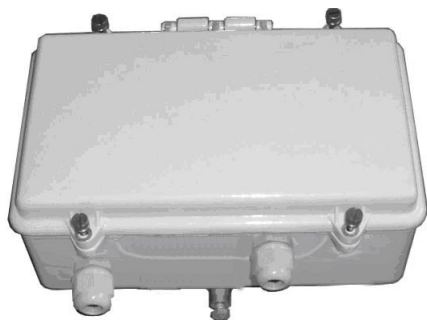
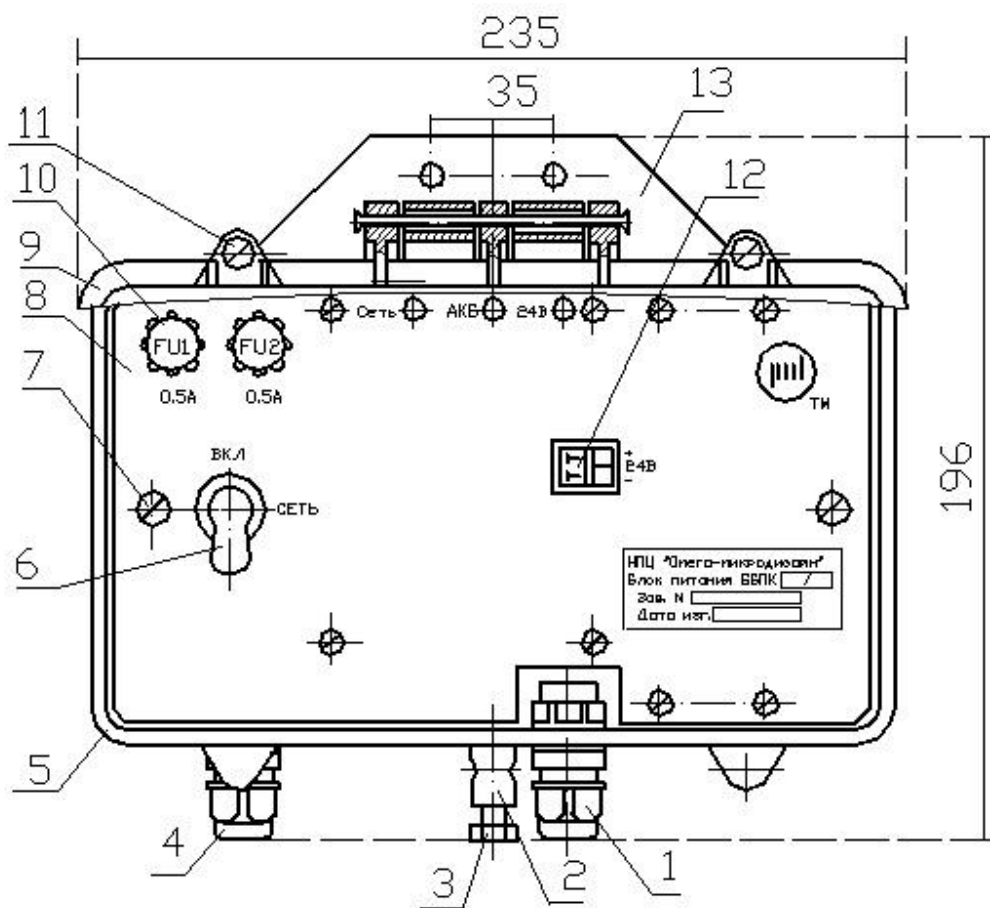
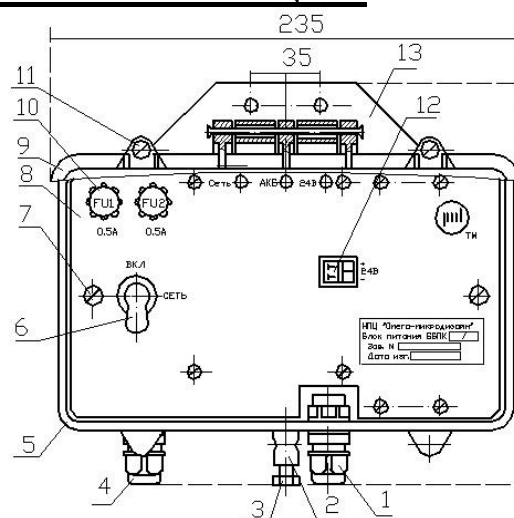
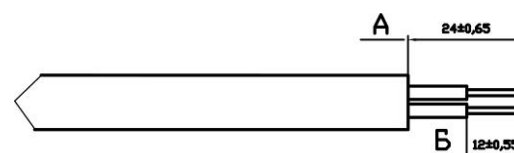

Рис. 4.1
Рис. 4.2
Рис. 5.1
Рис. 5.2
4.1 ББП построен в виде одноблочного конструктивно законченного устройства (рис. 4.1) и предназначен для питания извещателей от сети переменного напряжения ~220 В.
4.7 ББП выполнен в литом алюминиевом корпусе с крышкой. Внутри корпуса (рис. 4.1, рис. 4.2), на съемном шасси размещены электронные модули и аккумуляторная батарея (АКБ) 12 В/1,3 Ач для резервного питания.
4.8 На рис. 4.2 (рис. 5.1) обозначено:
5.1 БПП устанавливается на вертикальной поверхности, столбе или трубе. Вводы кабелей должны располагаться в нижней части корпуса. При установке БПП на вертикальной поверхности, произвести разметку места крепления блока в соответствии с расположением двух крепежных отверстий на рис.5.1. Диаметр отверстий в пластинах 7мм. Установку производить с учетом длины сетевого и низковольтного кабелей, удобства доступа к органам управления и обеспечения обзора индикаторов.
5.3 Подготовить сетевой кабель в соответствии с рис.5.2. Для чего освободить на 24 мм изолированные проводники кабеля от защитных и экранирующих покрытий, снять изоляцию с отдельных проводников кабеля на 12 мм и опаять. Выкрутить невыпадающие винты «7» крепления шасси (рис.5.1), извлечь шасси «8» из корпуса. Пропустить сетевой кабель внутрь БПП через соответствующий ввод и присоединить проводники сетевого кабеля к контактам тумблеров. Проверить надежность закрепления проводников сетевого кабеля. Надежно соединить наконечник красного цвета с «+» выводом АКБ. Установить шасси в корпус БПП и закрепить его невыпадающими винтами.